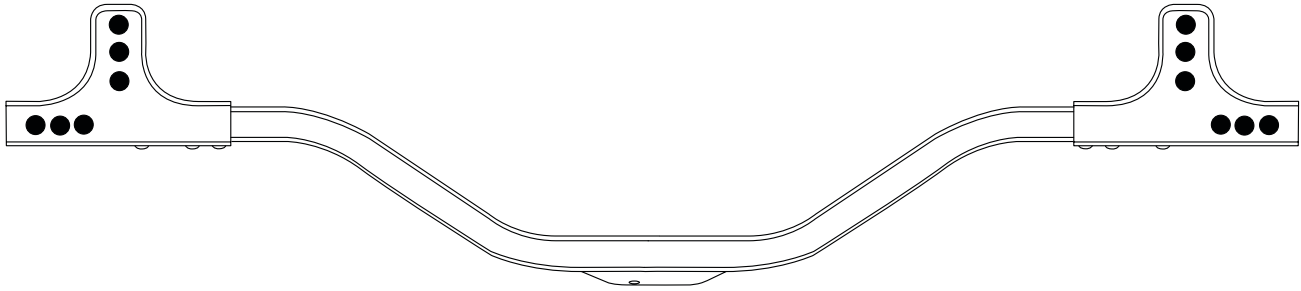

FIGURE 1
- Voir figure 1 pour la vue avant du support de radiateur, six (6) bouchons de soudure MIG de chaque côté.